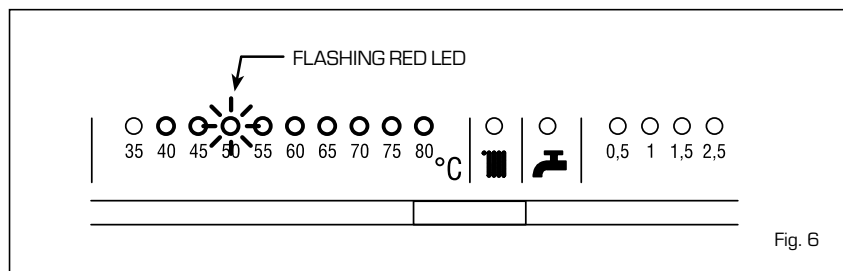

Fig. 6
- **Other anomalies (fig. 6)**